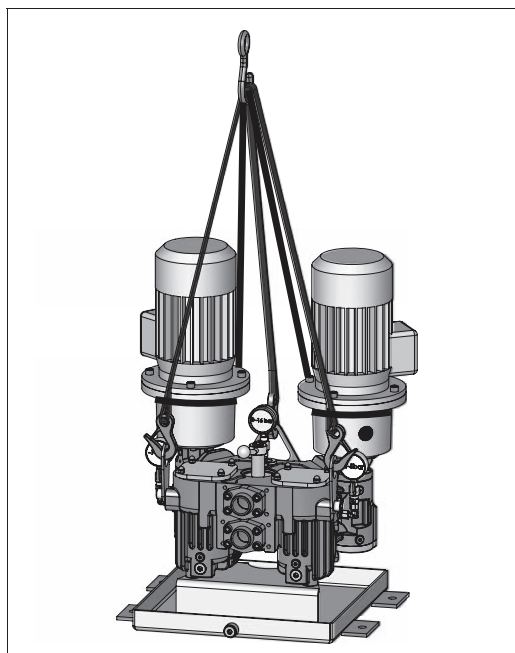

Рис. 1. Крепление грузоподъемного устройства — принципиальная схема
- ▶ Грузоподъемное устройство закрепить на насосной станции, см. рис. 1, станцию поднимать краном.